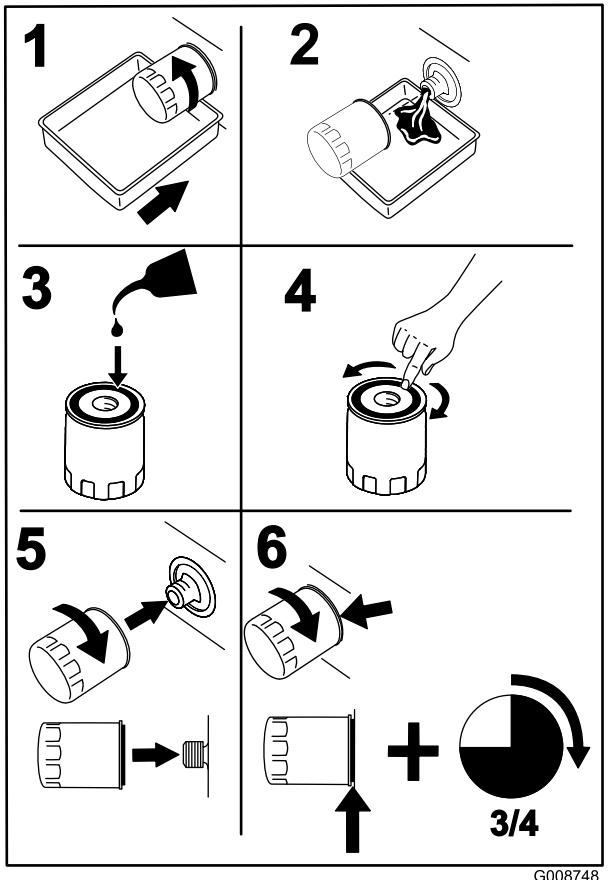

Figura 41
4. Coloque um recipiente de escoamento sob o filtro do óleo e rode o filtro no sentido contrário ao dos ponteiros do relógio para o remover (Figura 41).